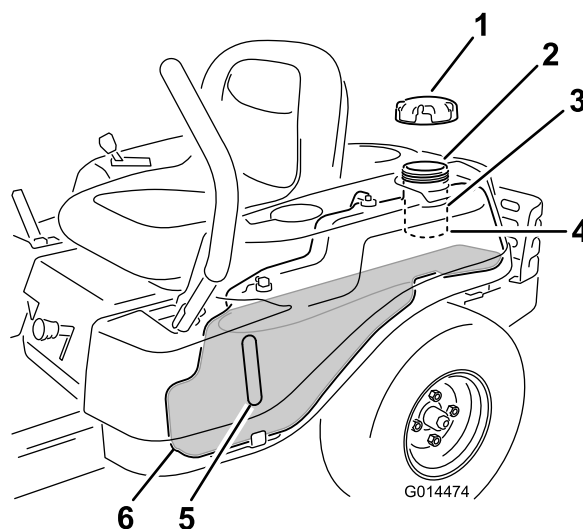

Figure 9
Remarque: Vous pouvez utiliser le regard sur le réservoir de carburant pour vérifier la présence d'essence avant de faire le plein (Figure 9).
2. Versez **lentement** de l'essence jusqu'à ce que le niveau atteigne la base du goulot de remplissage (Figure 9).